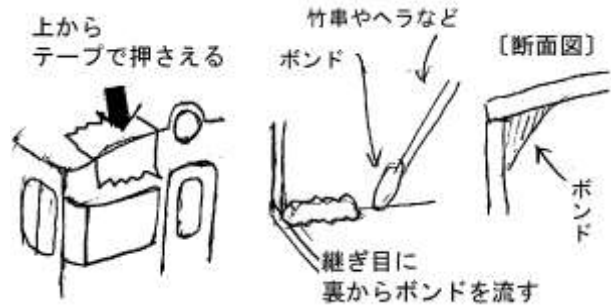

図2 屋根の角の固定方法
(11) 運転席妻面と天井の継ぎ目に、裏から糊を流して完全に固定します。(図2)